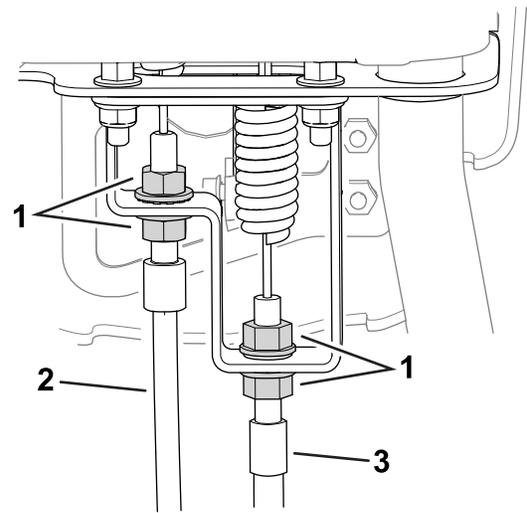

图 50
2. 在控制手柄隔板上放松滚刀控制装置拉线直至拉线松弛图 50。